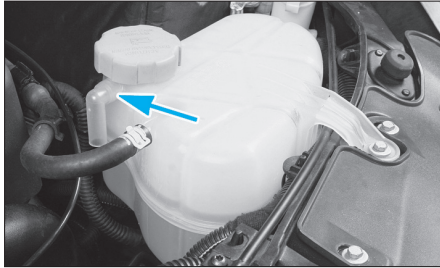

Fig. 23
• Verser lentement le liquide de refroidissement dans le vase d'expansion jusqu'au bord inférieur (flèche) du tuyau de trop-plein du vase d'expansion (Fig.23).